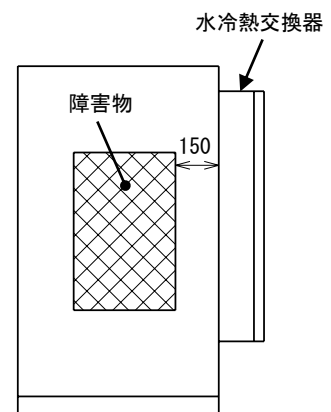

図 1 設置条件（障害物との距離）
- ・障害物からの距離を 150 mm 以上にするをお勧めします。(図 1)